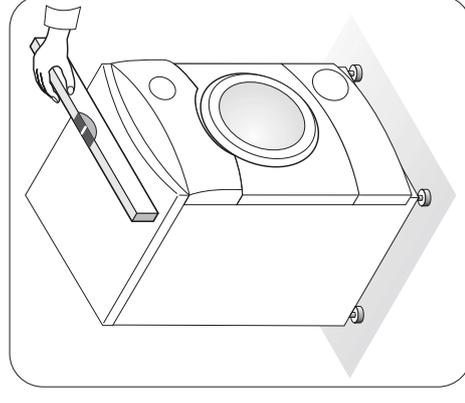

Рис. 10
- Установить машину точно по уровню при помощи регулируемых ножек (рис. 10)